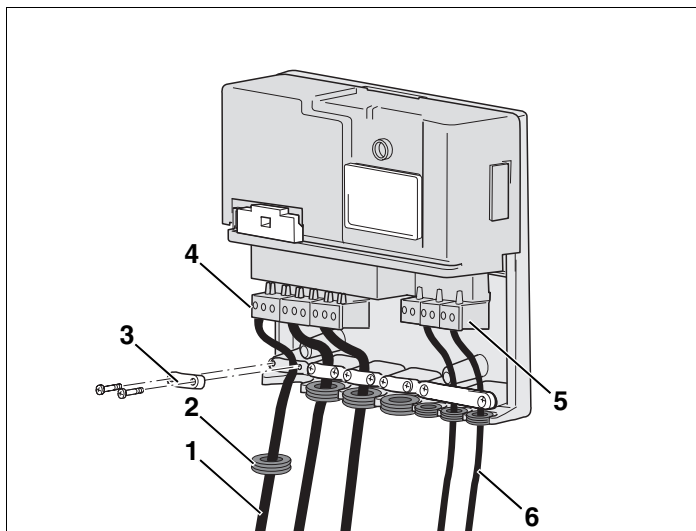

Fig. 11 Realizarea racordului electric
- În acest scop, treceți manșonul din cauciuc (Fig. 11, **Poz. 2**) peste conductor.
- Cablați corect cablul de rețea (Fig. 11, **Poz. 1**), conductorul bus-ului (Fig. 11, **Poz. 6**) și celelalte componente la clemele (Fig. 11, **Poz. 4**, resp. **5**) ale modulului funcțional, conform planului de conexiuni.
- Asamblați corect siguranța contra smulgerii (Fig. 11, **Poz. 3**) cu brățile din setul de livrare.